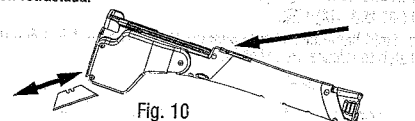

Fig. 10
• La hoja está ahora libre para ser retirada. Fig. 10